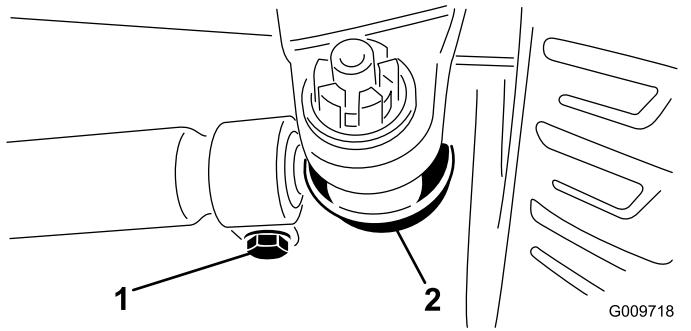

図 71
2. 調整が必要な場合は、タイロッドのボールジョイントのコッターピンとナットを外し図 71 アクスルケースのサポートからロッドのボールジョイントを外す。
3. タイロッド両側のクランプをゆるめる図 71。